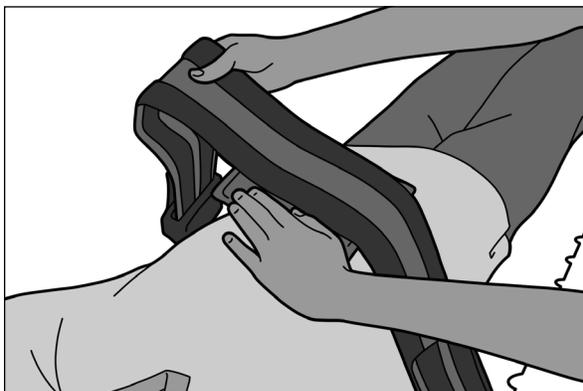

図9
6. 数字側を下にしてベルトを患者の上に置き、パドルとブラダーに取り付けます。ベルトのループの位置が合っていて、ブラダーのフックにはまっていることを確認します (図9)。